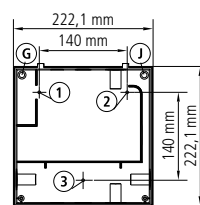
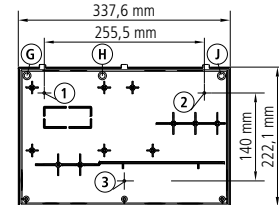

FIG.3a
FIG.3b
- Praticare 3 fori nei punti indicati (1, 2 e 3) per fissare la cassa (fig. 3a o fig. 3b).
- Terminare di trapanare i fori G, H e J con una punta da 4 mm (fig. 3a o fig. 3b).
- Unire la parte frontale con la cassa mediante il pannello ed avvitare le viti da 45 mm negli appositi fori D, E, F, G, H e J (fig. 3a o fig. 3b).